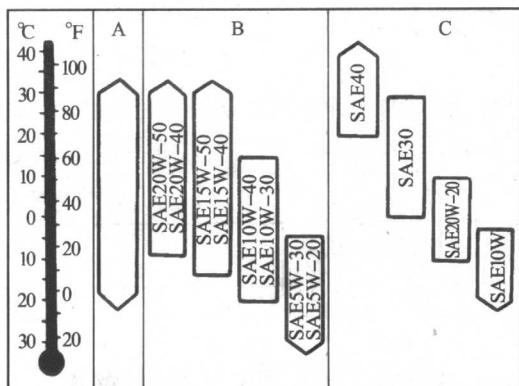

图 1—8 发动机机油适用的温度范围
2. 机油的选择与使用 捷达系列轿车应使用符合德国大众 VW—50101 标准的发动机油，该机油的品质相当于美国 API CC/SF 级，为最高级别的机油。选用时，应参考环境温度，发动机油适用的温度范围如图 1—8 所示，A 级为高级